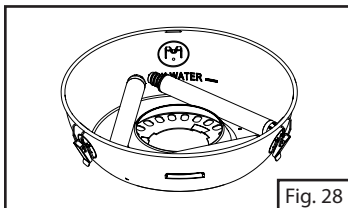

Fig. 28
- CONSEJO:** Las patas pueden colocarse dentro de la bandeja de agua para transportarlas fácilmente (Fig. 28).